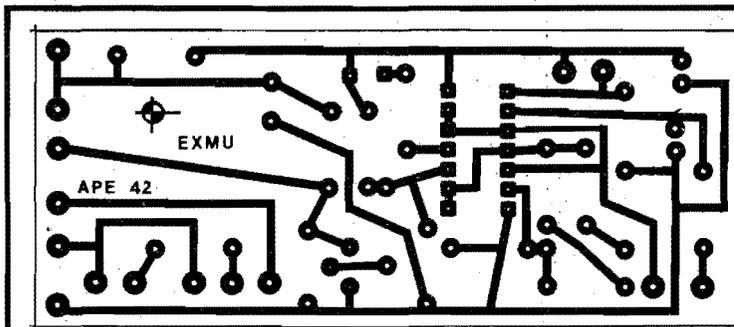
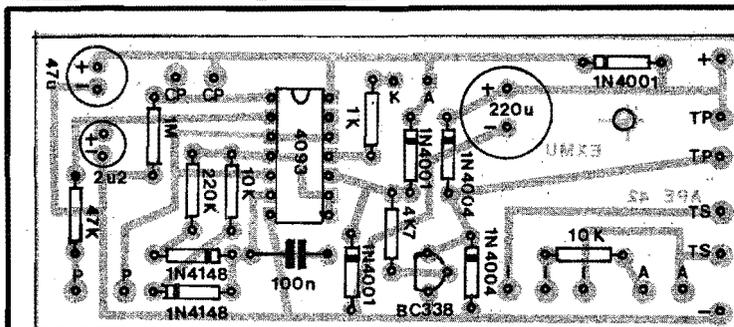
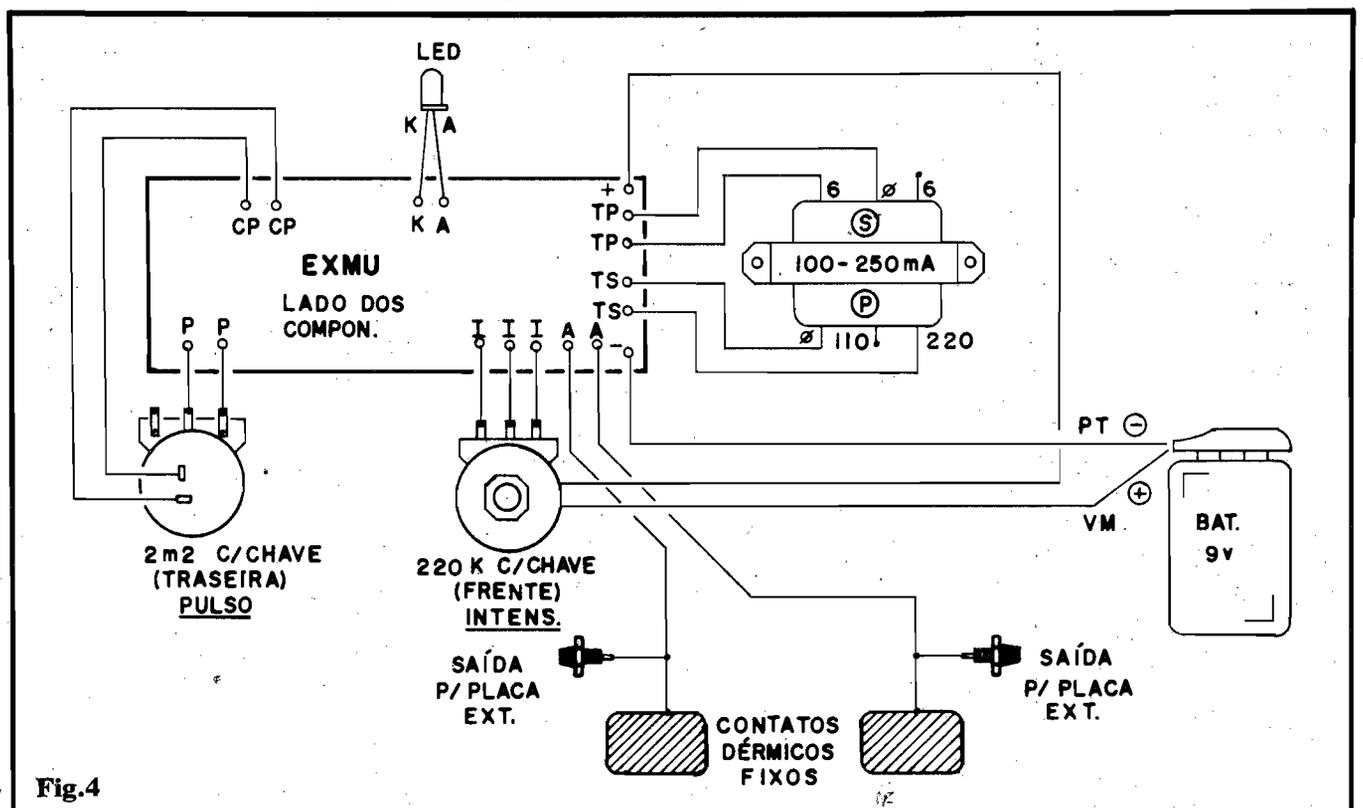

Fig.2
Fig.3
Fig.4
- **FIG. 2 - CIRCUITO IMPRESSO ESPECÍFICO** - O lay out, pequeno e descomplicado, é visto em tamanho natural na figura... É só copiar, cuidadosamente, para a devida confecção da placa... Quem optar pela aquisição em KIT (ver Anúncio, em outra parte da presente APE...) já receberá a plaquinha pronta, inclusive com a demarcação do "chapeado" (fig. 3) em silk screen, o que facilita enormemente a montagem... De qualquer modo, seja a placa "feita em casa", seja obtida com o KIT, convém verificá-la e conferi-la com bastante atenção, antes de começar as soldagens. Qualquer pequeno defeito é facilmente corrigível nessa fase (depois das peças soldadas, fica complicado...).
- **FIG. 3 - CHAPEADO DA MONTAGEM** - Os componentes, suas aparências estilizadas (ou símbolos convenientes...), códigos, valores, polaridades, etc., tudo demarcadinho com clareza, sobre o lado não cobreado da placa... Ao principiante, basta guiar-se pelo desenho, inserindo cada componente com atenção e cuidado. Em dúvida, basta recorrer ao TABELÃO APE. Quanto às soldagens, as INSTRUÇÕES
- **FIG. 4 - CONEXÕES EXTERNAS À PLACA** - Tão importantes quanto a ligação/soldagem das peças sobre a placa (fig. 3), são as conexões periféricas, detalhadas na figura. Notem que o Circuito Impresso continua "olhado" pela face não cobreada, estando todas as ilhas periféricas devidamente codificadas (comparar com a figura anterior). Atenção aos seguintes pontos:
xa final. Também é conveniente adotar-se várias cores diferentes para os diversos cabinhos de conexão, de modo a estabelecer uma espécie de "código particular" (é bom ir marcando as cores dos fios, sobre a fig. 4, à medida em que as conexões são completadas) que facilitará muito a pesquisa, correção de erros e eventual manutenção, no futuro... Fica obviamente mais fácil de achar "qual fio vai onde", se estes tiverem cores distintas e individualizadas...